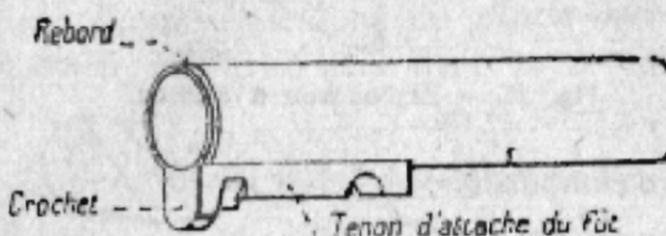

Fig. 22. — Tube-arrêt de piston.
**le tube-arrêt de piston** (fig. 22), son *rebord*; le *tenon*